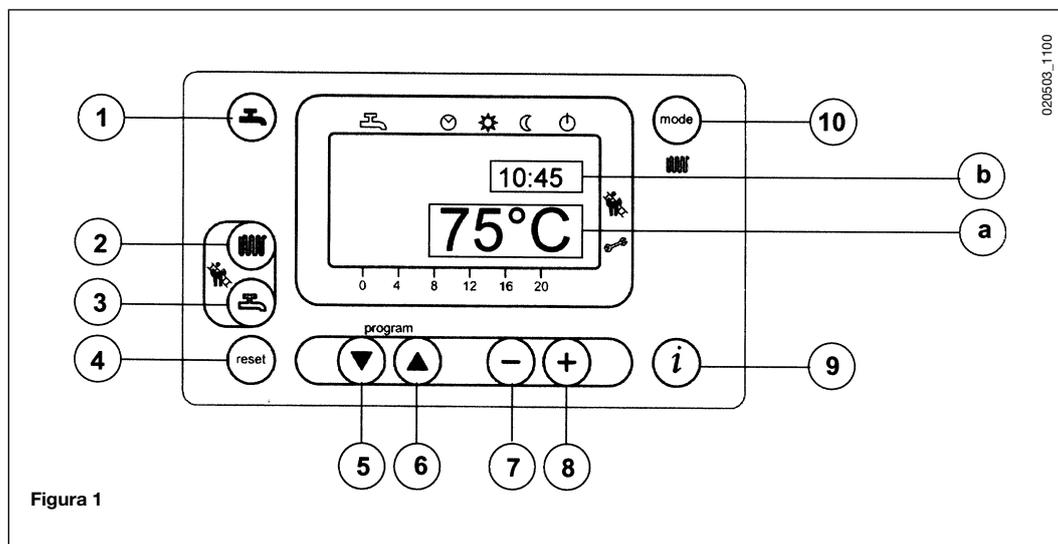

Figura 1
- Apretar la tecla  (2- figura 1) para programar la temperatura del agua de calefacción;
- apretar una de las dos teclas   (1 o 10 - figura 1) para memorizar y volver al menú principal.
Nota. Con sonda exterior conectada, mediante la tecla  (2 – figura 1) es posible efectuar la traslación de la curva de calefacción. Apretar las teclas   para disminuir o aumentar la temperatura ambiente del local para caldear.
- Apretar la tecla  (3- figura 1) para programar la temperatura máxima del agua sanitaria;